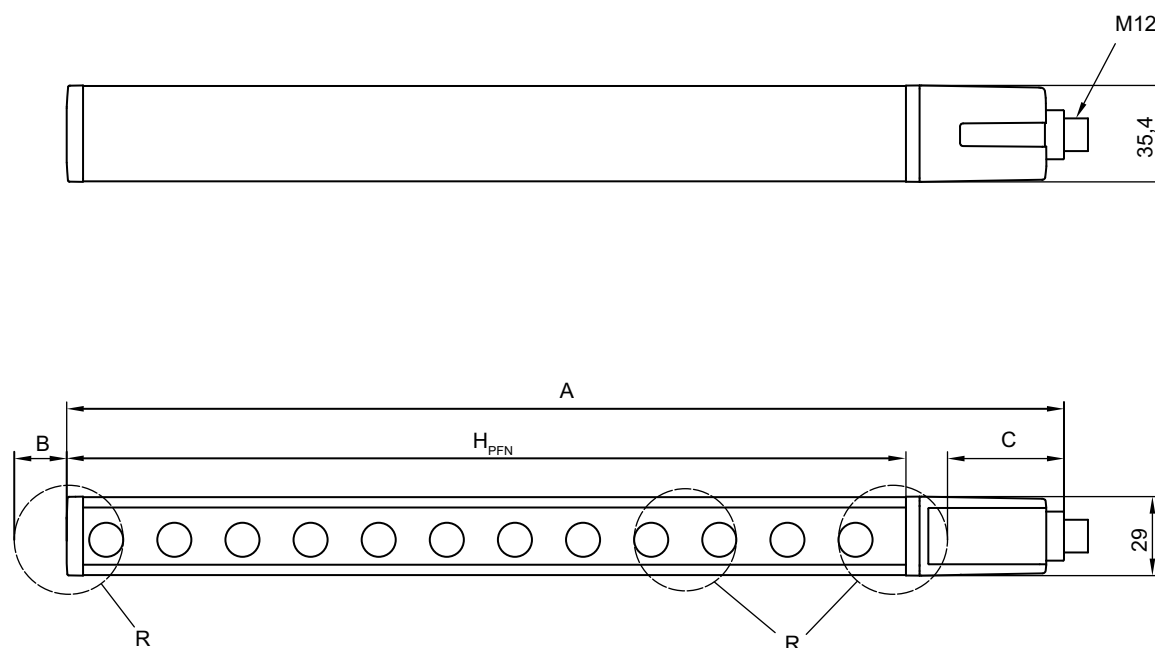

Figura 14.1: Dimensioni emettitore e ricevitore
Dimensioni	vedi figura 14.1 e vedi tabella 14.7
b) altezza complessiva, vedi figura 14.1